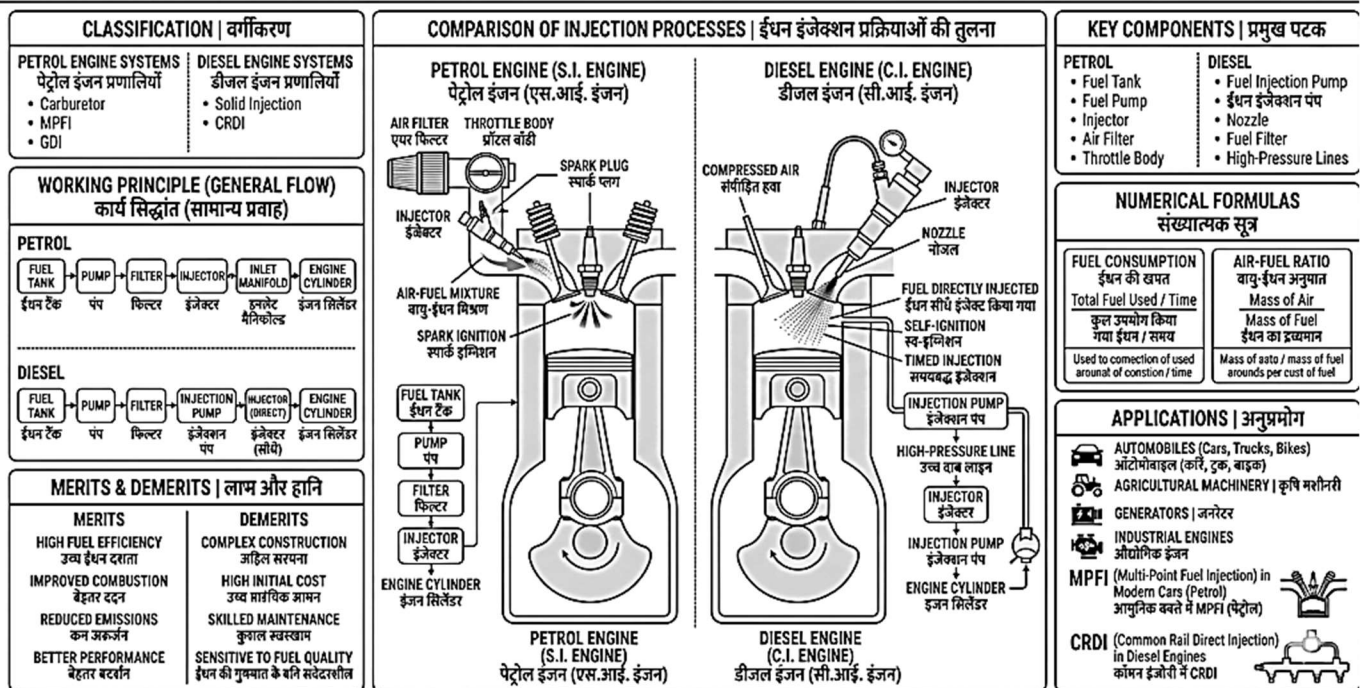

Fig. 5.2: Overview of Petrol and Diesel Fuel Injection Systems | पेट्रोल एवं डीज़ल ईंधन इंजेक्शन प्रणालियों का अवलोकन
5.2.1 Introduction (Fig.5.2)
5.2.1 परिचय (Fig.5.2)